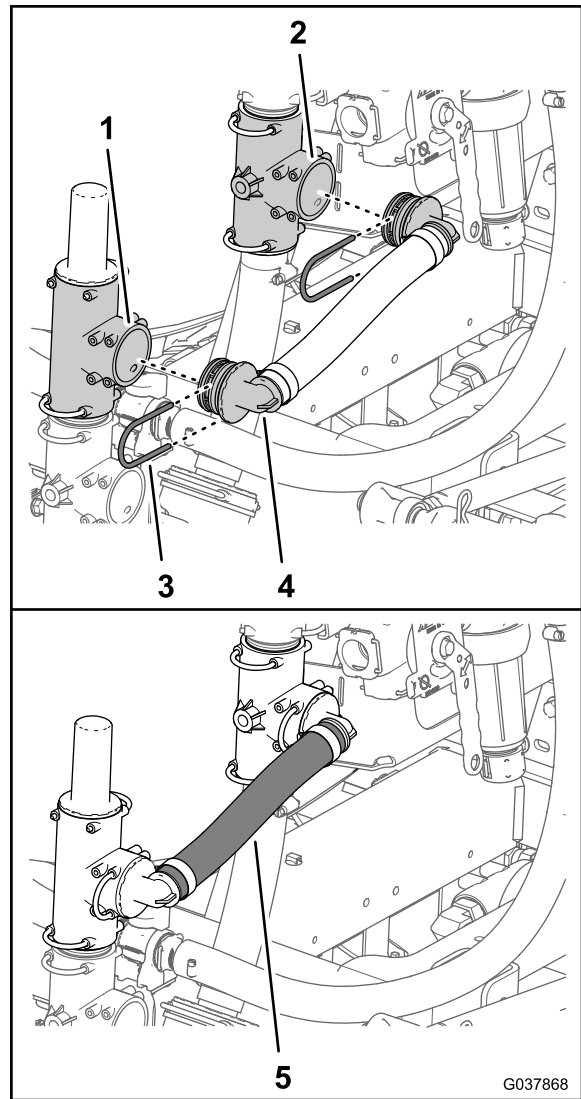

Figure 70
- Emboîtez le raccord à 90° du flexible de décharge de pression (25 x 298 mm) dans l'orifice ouvert du raccord en T sur le clapet de décharge (Figure 70).
- Emboîtez le raccord à 90° du flexible de décharge de pression dans l'orifice ouvert du raccord en T inférieur (Figure 70).
- Fixez les raccords à 90° aux raccords en T (Figure 70) à l'aide des 2 étriers que vous avez retirés à l'opération 1 et 2 de Déplacement du clapet de décharge (page 32).